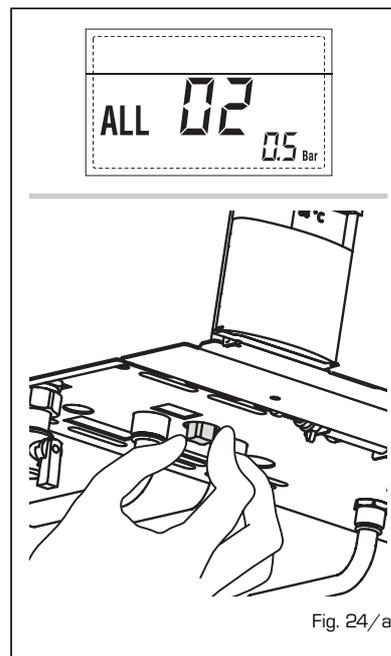

Fig. 24/a
- **ANOMALIA ALTA PRESSIONE ACQUA "ALL 03"** (fig. 24/b)